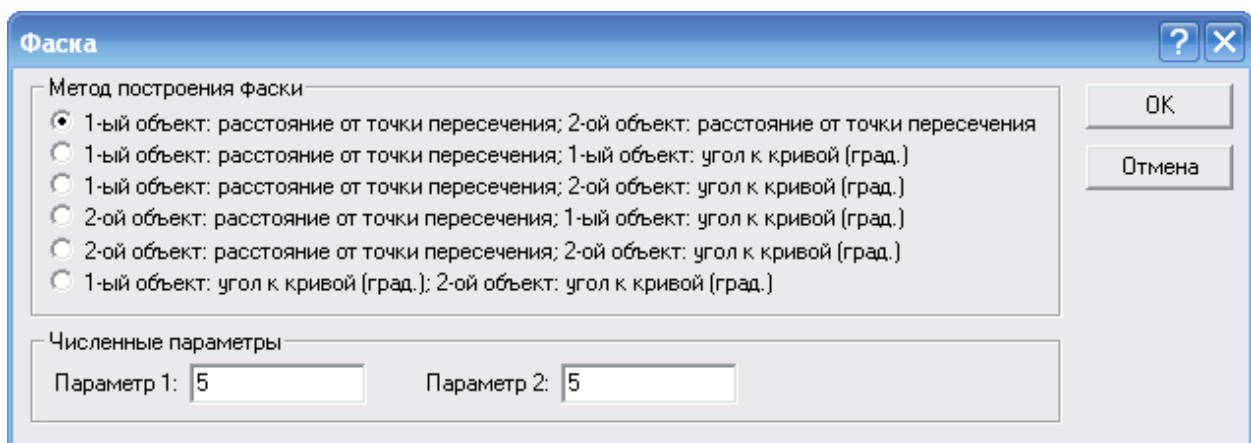

Рис. 1.5. Диалог Фаска
4) Далее построим фаски. Для этого нужно выделить стороны квадрата. Чтобы это можно легко сделать, включите объектную привязку Середина отрезка или Ближайшая точка. Выберите команду Модификация – Фаска. Подведите курсор к нижней стороне прямоугольника и выполните щелчок – она будет выделена. Подведите курсор к правой стороне прямоугольника и тоже выполните щелчок – она тоже будет выделена. Выполните еще раз щелчок. Это приведет к выводу диалога Фаска, который показан на рис. 1.5.